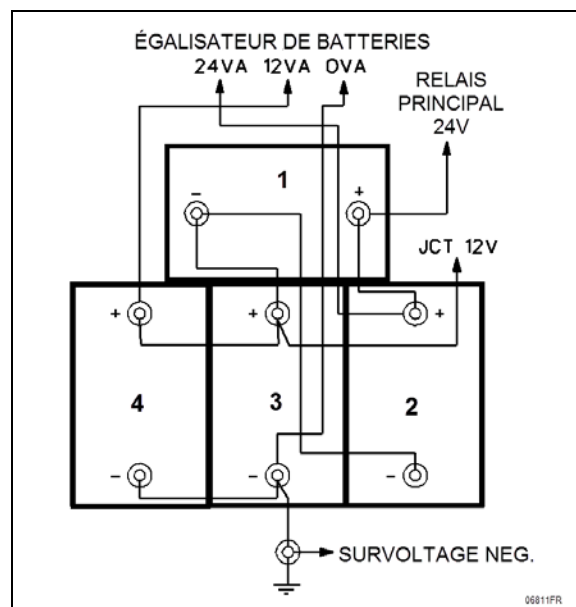

FIGURE 25 : CONNEXIONS BATTERIES SÉRIE H3 (PLOMB-ACIDE STANDARD DU GROUPE 31)
Le véhicule est équipé de quatre (4) batteries-sans entretien de 12 V de grande -puissance en circuit parallèle-série (FIGURE 25)